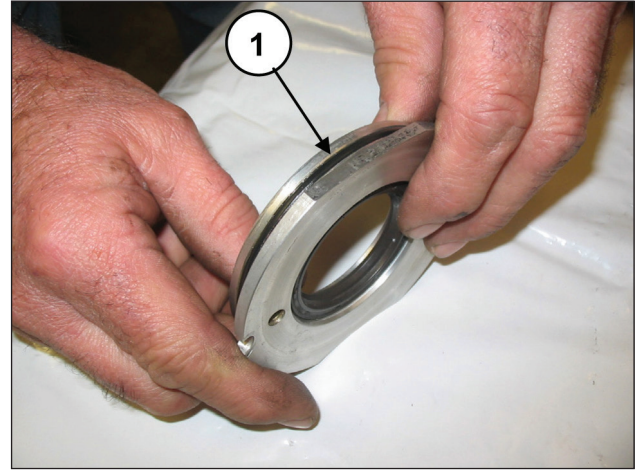
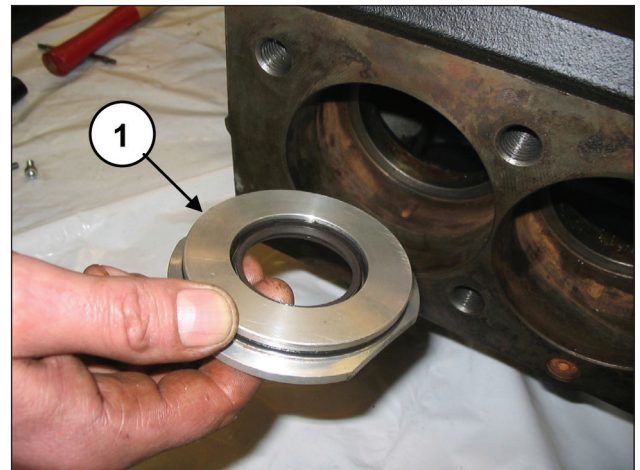

Fig. 140
Fig. 141
Positionner le joint torique (rep. ①, Fig. 140) dans le logement du carter d'huile et installer le groupe monté à l'intérieur du carter dans le boîtier spécial (rep. ①, Fig. 141).